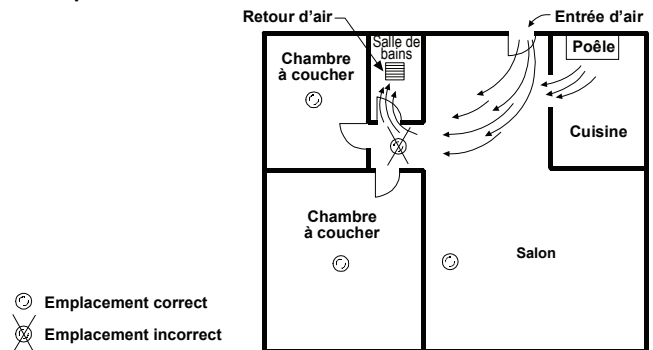

Figure 10. Emplacements recommandés pour l'installation de détecteurs de fumée afin d'éviter les courants d'air avec particules de combustion
- N'installez pas les détecteurs de fumée dans un axe d'admission d'air frais. La circulation de l'air frais vers l'intérieur et vers l'extérieur peut éloigner l'éventuelle fumée du détecteur, réduisant ainsi son efficacité. la figure 10 montre les emplacements corrects et incorrects face à ce problème.